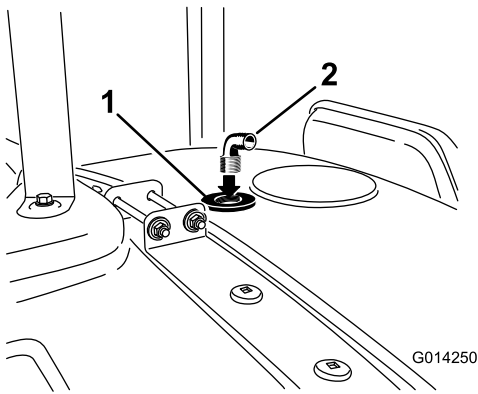

Figura 18
8. Instale el acoplamiento de 90° en el orificio roscado del pasamuros (Figura 18).